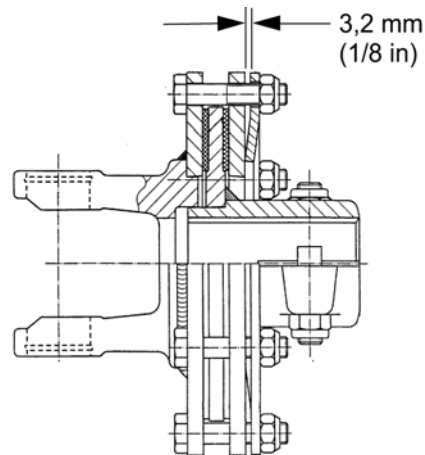

ABBILDUNG 14. Montage der Rutschkupplung
3. Markieren Sie die äußeren Platten der Scheibenrutschkupplung wie in Abbildung 14 gezeigt.
3. Lockern Sie die sechs 10-mm-Zylinderschrauben (6), um alle Spannung vom Tellerfederblech (5) zu entfernen.
4. Halten Sie die Kupplungsnahe (3) fest und drehen Sie die Welle, um sicherzustellen, dass die Kupplung rutscht.
5. Wenn die Kupplung nicht frei rutscht, demontieren und reinigen Sie die Druckplattenflächen (4), den Flanschmitnehmer (1) und die Kupplungsnahe (3).
6. Bauen Sie die Kupplung wieder zusammen. Ziehen Sie die Tellerfeder (5) an, bis sie an der Druckplatte (4) der Kupplung anliegt, und drehen Sie dann jede der sechs Muttern um zwei volle Umdrehungen zurück. Der Abstand zwischen Tellerfeder und Druckplatte sollte 3,2 mm (1/8 in) betragen, wie in Abbildung 14 dargestellt.
7. Wenn eine Kupplung beim Zusammendrücken der Feder auf 3,2 mm (1/8 in) weiter rutscht, prüfen Sie die Reibscheiben (2) auf übermäßigen Verschleiß. Im Neuzustand sind die Scheiben 3,2 mm (1/8 in) dick. Ersetzen Sie die Scheiben nach 1,6 mm (1/16 in) Verschleiß. Die minimale Scheibendicke beträgt 1,6 mm (1/16 in).